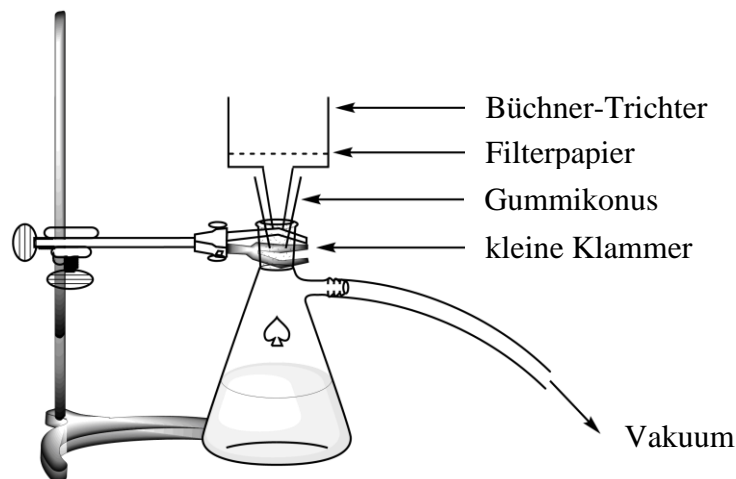

Abb. 2. Apparatur für Vakuumfiltration
7. **Bauen** Sie eine Vakuumfiltrations-Apparatur (siehe Abb. 2) mit Büchner-Trichter, Filterpapier und Saugflasche auf. Die Saugflasche wird mit einer kleinen Klammer am Stativ befestigt. **Halten** Sie Ihre HELP-Karte hoch. Die Laboraufsicht wird Ihnen zeigen wie man die Saugflasche mit dem Vakuumschlauch verbindet.